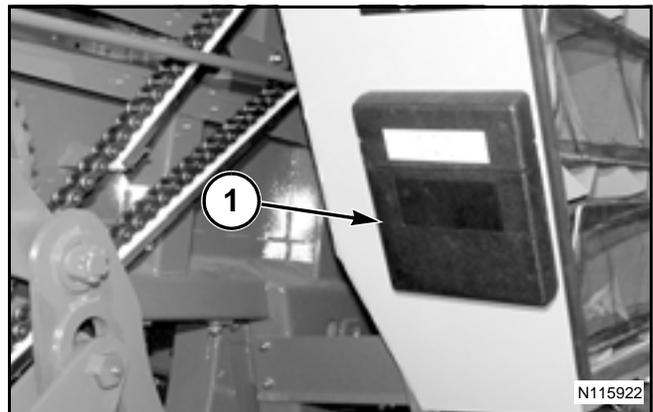

FIG. 15
FIG. 15: Todos los manuales se guardan en el contenedor del manual del operador (1), incluso el manual del operador. El contenedor está en la parte delantera de la caja de cordel del lado izquierdo.